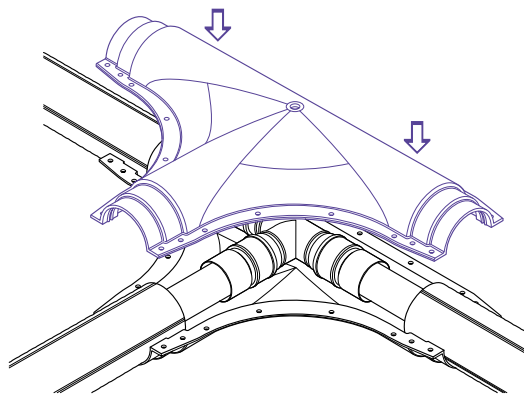

Рис. 4.6.5
5. Установить верхнюю половину защитного кожуха; совместить отверстия для болтов на верхней и нижней половинах кожуха (рис. 4.6.5).